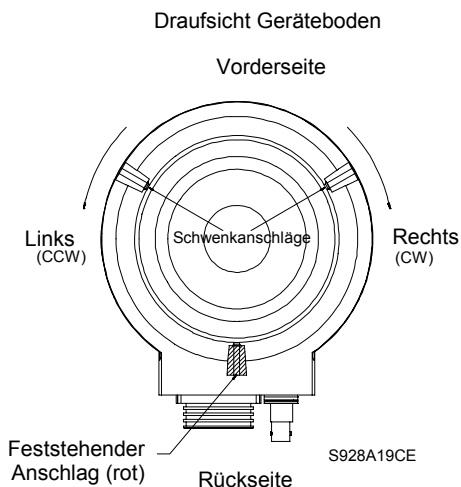

Abbildung 3: Anordnung der Schwenkanschläge (345° Modelle)
Die zwei (2) Schwenkanschläge sind verstellbar und mit je einer Stellschraube gesichert. Zugang zu den Schrauben erfolgt durch das Loch am Ende jedes Anschlags. Den (gelieferten) 3/32-Zoll Innensechskantschlüssel zum Lockern und Festziehen der Schrauben verwenden. Siehe **Abbildung 3**.